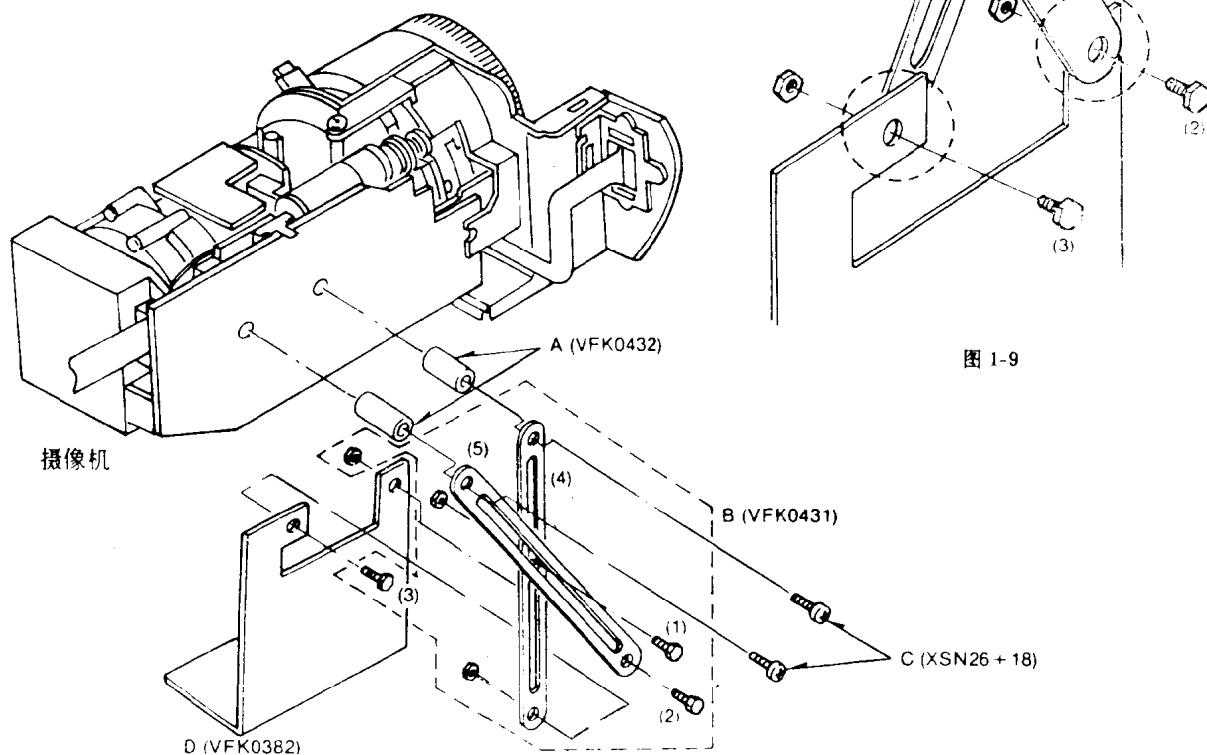

图 1-8
(1)暂时用螺钉(1)将支架臂(4)和(5)固定，如图 1-8 所示。
(3)将螺钉(C)同支座垫柱拧紧在一起，如图 1-8 所示。